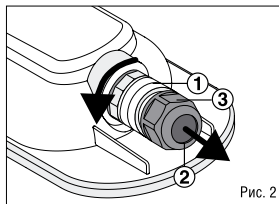
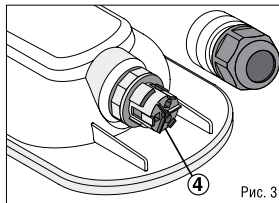

Рис. 2
Рис. 3
- Для подключения светильника к сети необходимо открутить колпачок коннектора (1 (Рис. 2)), ввести сетевые провода в уплотняемое отверстие (2) в гайке (3) и подключить к клеммной колодке (4) в коннекторе в соответствии с указанной маркировкой: 1 – клемма L1, 2 – клемма N, 3 – клемма L2 (Рис. 3). Клемма L2 предназначена для реализации вкл/выкл внешнего выключателя светильника. Проверить надежность электрических соединений. После